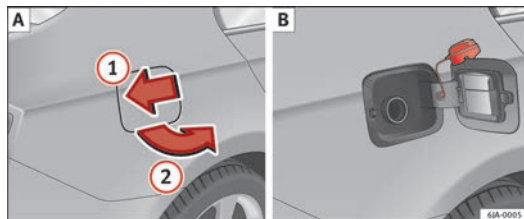

Abb. 122 Fahrzeugseite hinten rechts: Tankklappe / Tankklappe mit abgeschraubtem Verschluss
Auf der Innenseite der Tankklappe finden Sie die richtige Kraftstoffsorte für Ihr Fahrzeug sowie die Reifengröße und den Reifenfülldruck ⇒ Abb. 122 [B].
- Drücken Sie in Pfeilrichtung ① ⇒ Abb. 122 auf die Tankklappe.
- Öffnen Sie die Klappe in Pfeilrichtung ②.
- Drehen Sie den Tankverschluss links herum heraus und stecken Sie ihn von oben auf die Tankklappe ⇒ Abb. 122 [B].